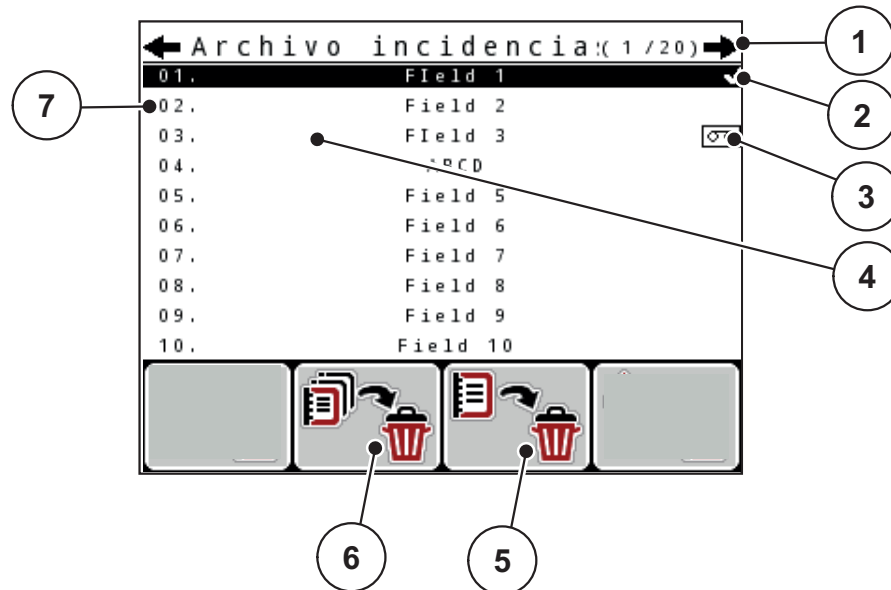

Imagen 4.21: Menú Archivo de incidencias
3. Pulsar la tecla de función **F3** bajo el símbolo **Borrar** (véase Imagen 4.21).
2. Pulsar la tecla de función **F2** bajo el símbolo **Borrar todos** (véase Imagen 4.21).